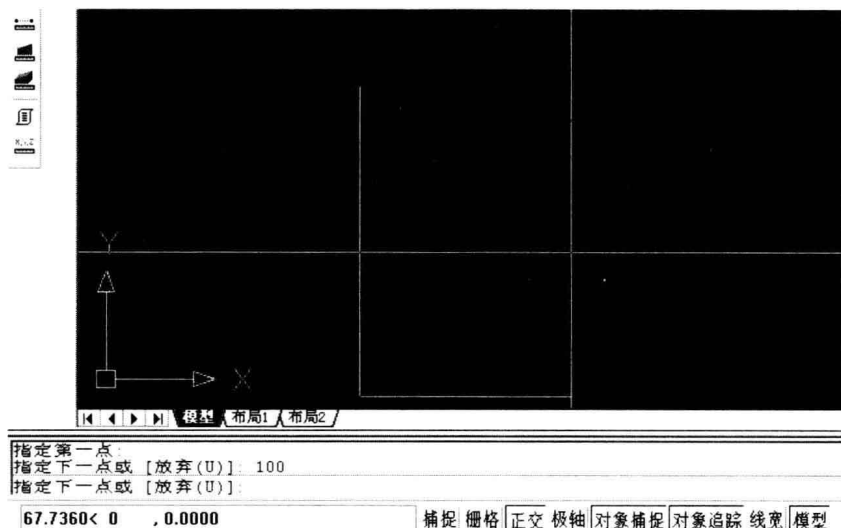

图 6-19
3.按一下键盘上F8键,你是不是发现你的鼠标只能垂直和水平移动了?然后在命令行里直接使用键盘上的数字键,输入100后,再次回车,将鼠标向右侧移动一点,你会发现第一段直线已经完成了。请一定按照图6-19上的样子确定你的十字光标的位置。